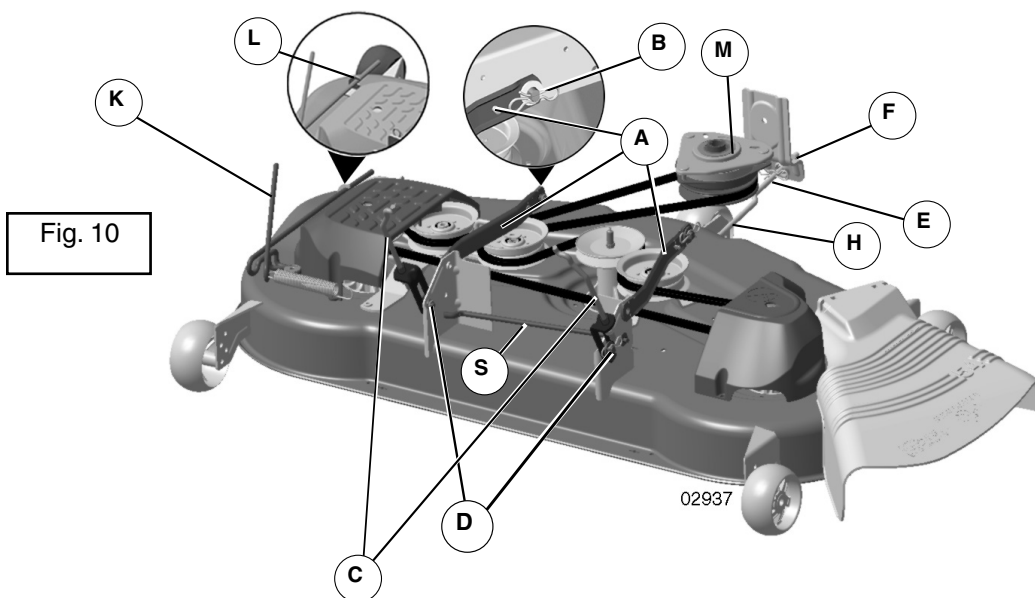

Fig. 10
(RU) присоедините переднее колесо к косилке (Fig.10)
12. Введите другой конец передней тяги (E) в отверстие переднего кронштейна косилки (H) и закрепите, используя шайбу и малую стопорную пружину (J).
13. Отсоедините штифт натяжения ремня (K) от кронштейна фиксатора (L) (Fig.10).
15. Соедините штифт натяжения ремня (K) с кронштейном фиксатора (L) (Fig. 10).
EE ESIRATTA KINNITAMINE NIIDUKILE (Fig.10)
12. Sisestage eesmise varda teine ots (E) niiduki eesmise toendi avasse (H) ja kinnitage seibi ja väiksema tagastusvedruga (J).
13. Ühendage rihmapingutusvarras (K) kinnitustoendi (L) küljest lahti (Fig. 10).
15. Ühendage rihma pingutusvarras (K) kinnitustoendile (L) (Fig. 10).
LT PRIE ŽOLIAPJOVĖS PRITAIKYKITE PRIEKINĮ RATĄ (FIG.10)
12. Kitą priekinės jungties (E) galą įkiškite į skylę priekinėje žoliapjovės apkaboje (H) ir įtvirtinkite poveržlę bei maža fiksuojamąją spyruoklę (J).
13. Diržo tempiamąjį strypą (K) atkabinkite nuo fiksuojamosios apkabos (L) (Fig. 10).
15. Diržo tempiamąjį strypą (K) užkabinkite už fiksuojamosios apkabos (L) (Fig. 10).
LV UZSTĀDIET PRIEKŠĒJO RITENI ZĀLES PLĀVĒJAM (FIG.10)
12. Ievietojiet priekšējās ķēdes (E) otru galu zāles plāvēja priekšējā aptverē (H) un nostipriniet ar starpliku un mazu savilcējatsperi (J).
13. Atslābiniet siksnu savelkošo stieni (K) no bloķējošās aptveres (L) (Fig. 10).
15. Uzstādiet siksnu savelkošo stieni (K) bloķējošajā aptverē (L) (Fig. 10).
МОНТИРАНЕ НА ПРЕДНОТО КОЛЕЛО НА КОСАЧКАТА (Fig.10)